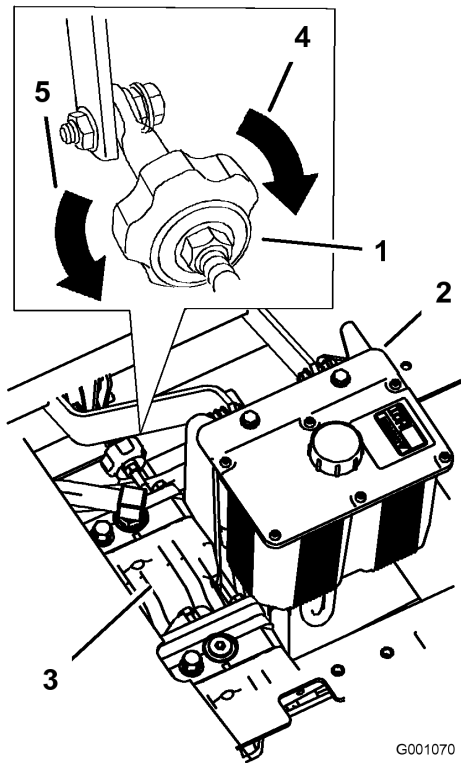

Bild 42
4. Wenn die Maschine nach rechts gehen soll, drehen Sie das Handrad zur rechten Seite der Maschine. Siehe Bild 42.
5. Wenn die Maschine nach links gehen soll, drehen Sie das Handrad zur linken Seite der Maschine. Siehe Bild 42.